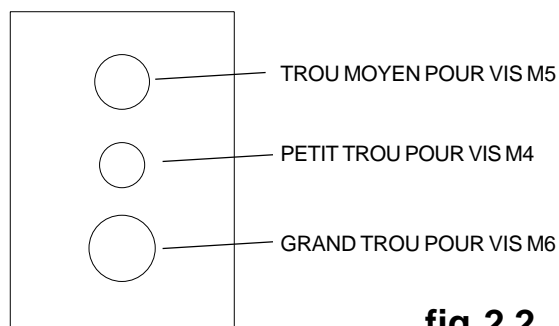

fig 2.2
- Utilisez le trou de la rondelle tout usage correspondant à la taille des vis que vous utilisez comme illustré à la fig. 2.2.